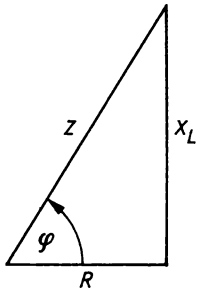

Bild 136
$$3. L = \frac{X_L}{\omega} = \frac{\sqrt{Z^2 - R^2}}{2\pi f} \quad (\text{Bild 136}) \quad L = 15,1 \text{ mH}$$
3. Nach (10.24) und (2.16) ist $X_L = 2\pi fL$, nach Bild 136 ist aber auch $X_L = R \tan \varphi$. Daraus folgt